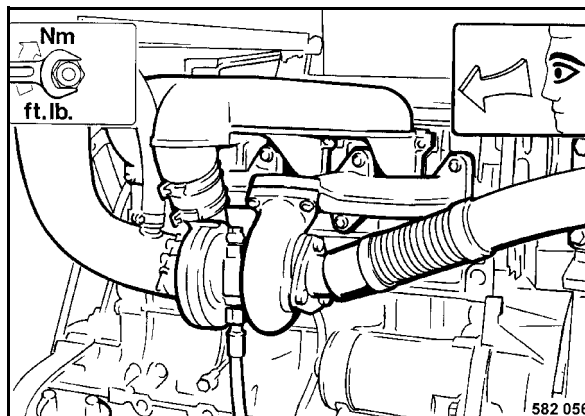

Fig. 165
- Controllare se i fissaggi dei tubi d'aspirazione e di scarico (Fig. 165) sono serrati saldamente sulle teste cilindri.